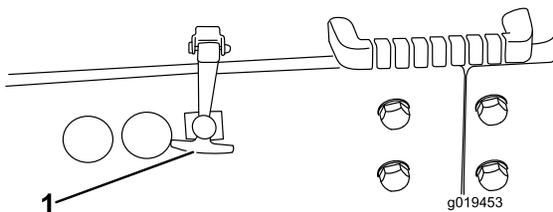

Figura 28
1. Aparque la máquina en una superficie nivelada. Desenganche el cierre del capó y levante el capó (Figura 28).